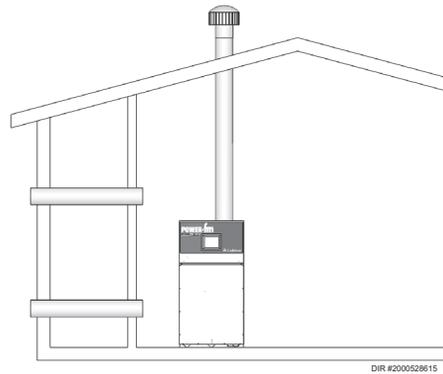

Figure 1-3_Air de combustion dans les conduits
2. Si l'air de combustion et de ventilation est pris de l'extérieur par une conduite pour fournir de l'air à la salle d'équipement, chacune des deux ouvertures doit être dimensionnée sur la base d'une surface libre minimum d'un pouce carré par 2 000 Btu/h (11 cm² par kW) d'entrée (voir figure 1-3).